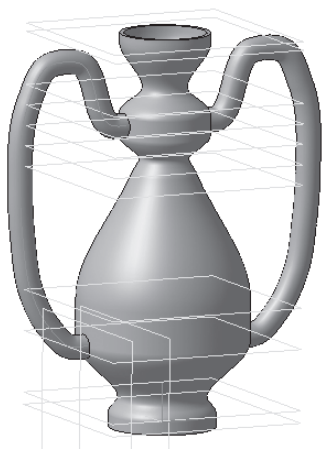

Рис. 275
- если он сформирован правильно, подтвердите создание копии, нажав кнопку  – **Создать объект** (рис. 275). Если вы допустили ошибку при указании плоскости симметрии, просто укажите новую плоскость. Если вы случайно указали не тот элемент, укажите на него второй раз – он будет исключен из копирования, затем укажите нужный.